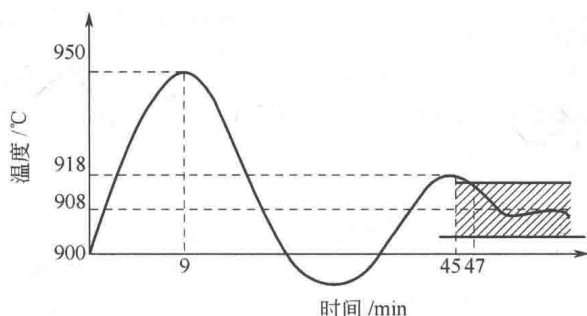

图 1-13 过渡过程曲线
4. 某化学反应器工艺规定的操作温度为  $(900 \pm 10)^\circ\text{C}$ 。考虑安全因素，控制过程中温度偏离给定值最大不得超过  $80^\circ\text{C}$ 。现设计的温度定值控制系统，在最大阶跃干扰作用下的过渡过程曲线如图 1-13 所示。试求最大偏差、衰减比和振荡周期等过渡过程品质指标，并说明该控制系统是否满足题中的工艺要求。